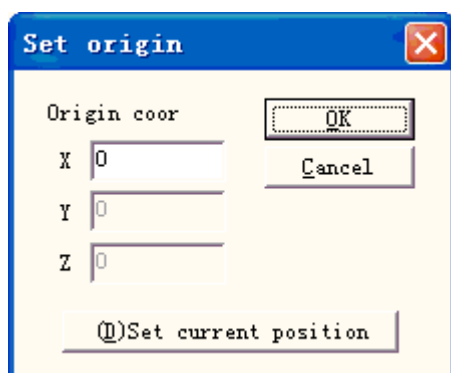
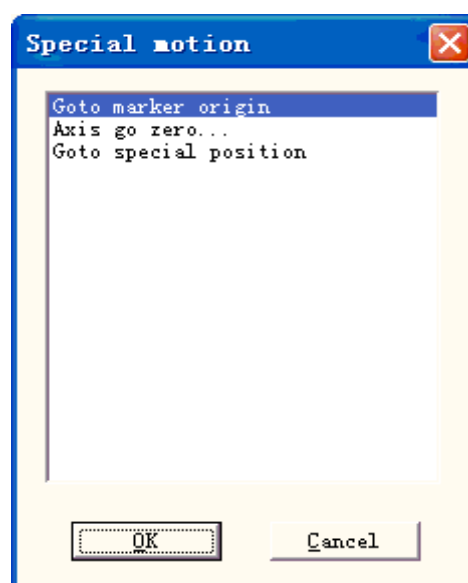

Рис. 8-34.
Рис. 8-35.
**Special position** (специальная позиция): кнопка служит для назначения позиции, в которую устанавливается двигатель перед началом маркировки. Нажмите кнопку «Special position» и установите заданные координаты позиции. Далее нажмите кнопку «Special motion» (специальное перемещение) и выберите «Go to special position» (переход в специальную позицию), двигатель перейдет в установленную позицию, как показано на Рис. 8-34, Рис. 8-35: